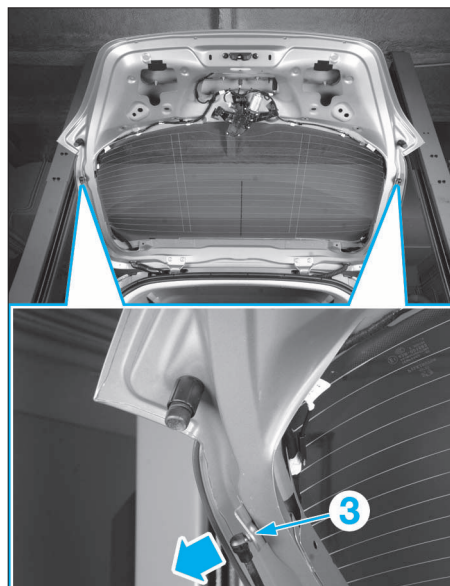

FIG. 88
- A l'aide d'un deuxième opérateur, déposer les fixation des vérins (3) couplés au hayon (Fig.88).